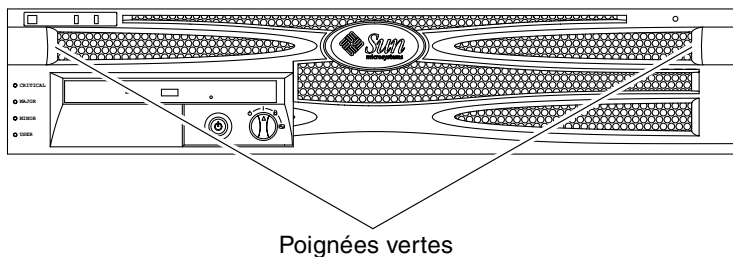

FIGURE 2-1 Poignées situées sur le cache
1. Saisissez le cache aux deux poignées prévues à cet effet et faites-le tourner vers le bas pour le placer en position ouverte (FIGURE 2-1).